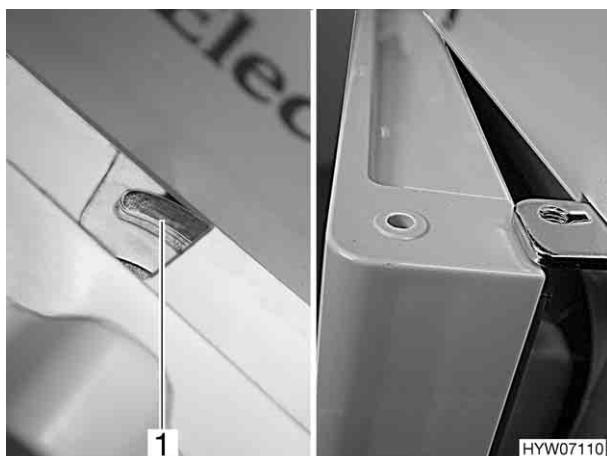

Fig. 103 Porta del frigorifero in posizione di aerazione
- Spostare il dispositivo di bloccaggio completamente verso destra. La porta del frigorifero è bloccata con l'ausilio dell'arresto della porta (Fig. 103,1). In questo modo la porta rimane ferma in posizione socchiusa (Fig. 103).